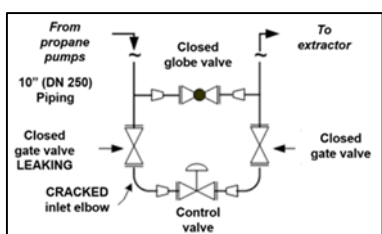

Abb.2: Links, Fließbild zum Vorfall von 2007, nach CSB Report No. 2007-05-I-TX. Rechts, geborstener Bogen „CRACKED inlet elbow“ gemäß Fließbild (CSB)
- Beim Gefrieren dehnt sich Wasser um 9 % aus. Daher schwimmt Eis. Wasserflaschen platzen in der Gefriertruhe – und der Leitungsbogen in Abb. 2 reißt auf.